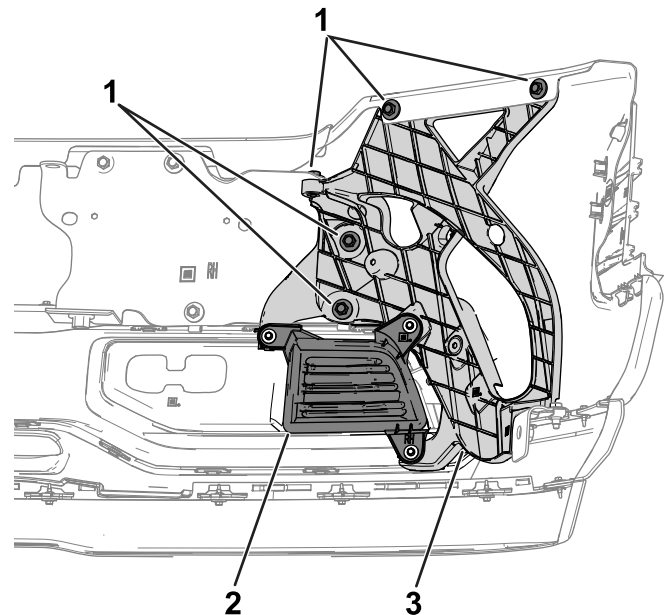

Figura 1
5. Retire los pernos que fijan el refuerzo de plástico moldeado al parachoques (Figura 1).